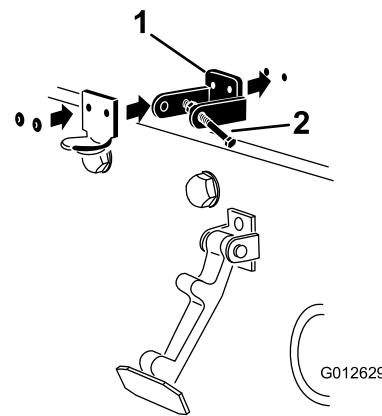

Рисунок 7
3. Во время совмещения монтажных отверстий поместите стопорный кронштейн по стандарту СЕ и кронштейн защелки капота на капот. Стопорный кронштейн должен быть прижат к капоту (Рисунок 7). Не снимайте узел болта с гайкой с рычага стопорного кронштейна.
5. Приклепайте кронштейны и шайбы к капоту (Рисунок 7).